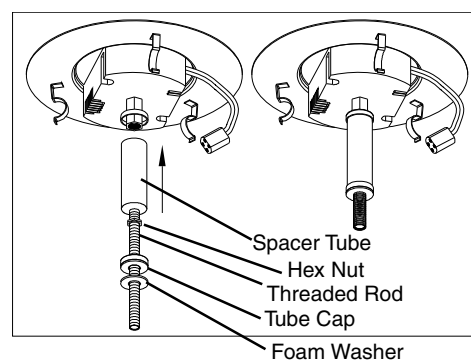

Figure 2
2. Install Diffuser Spacer Assembly (10) to bottom of Housing Assembly (7) by screwing into place. Assembly should be oriented with foam washer facing down. **See Fig. 2.**
2. **Instale el Ensamblaje del Espaciador del Difusor (10)** al fondo del Ensamblaje de la Carcasa (7) enroscándolo en su lugar. El Ensamblaje debe estar orientado con arandela de espuma mirando hacia abajo. **Vea Fig. 2.**